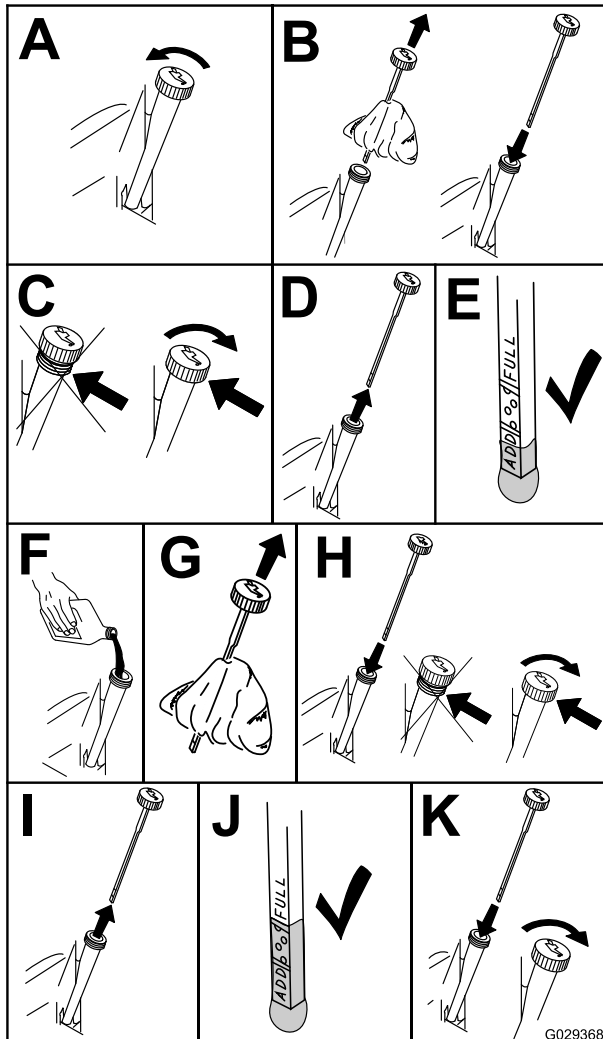

Figure 50
3. Pour éviter de faire tomber de l'herbe, de la poussière ou d'autres débris dans le moteur, nettoyez la surface autour du bouchon de remplissage-jauge d'huile, avant de l'enlever (Figure 50).